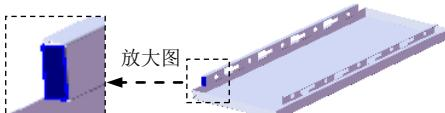
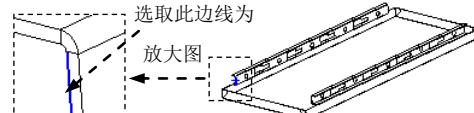

图 17.6.39 创建边线—法兰 15
图 17.6.40 定义特征的边线
Step19. 创建图 17.6.39 所示的边线—法兰 15。
(1) 选择命令。选择下拉菜单 **插入(I)** → **钣金(H)** → **边线法兰(E)...** 命令，系统弹出“边线法兰”对话框。
(2) 定义特征的边线。选取图 17.6.40 所示的模型边线为生成的边线法兰的边线。
(3) 定义法兰参数。在**角度(G)**区域中的**文本框**中输入角度值 65.0。在“边线法兰”对话框**法兰长度(L)**区域的下拉列表中选择**给定深度**选项，在**文本框**中输入深度值 5.8。在此区域中单击“内部虚拟交点”按钮。在**法兰位置(N)**区域中，单击“折弯在外”按钮。
(4) 单击**确定**按钮，完成边线—法兰 15 的创建。